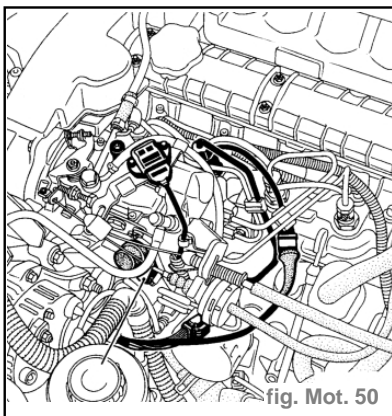

fig. Mot. 50
- Serrer l'actuateur (1) au couple de **3 daN.m** avec la douille **Mot. 1140**. (fig. Mot. 50)